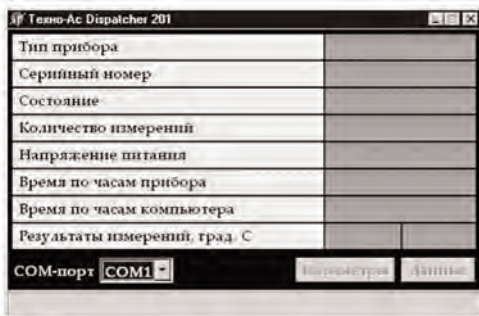

Рис.5
4.6 Запустить программу Dispatcher201.exe. Отобразится окно, показанное на рис. 5.